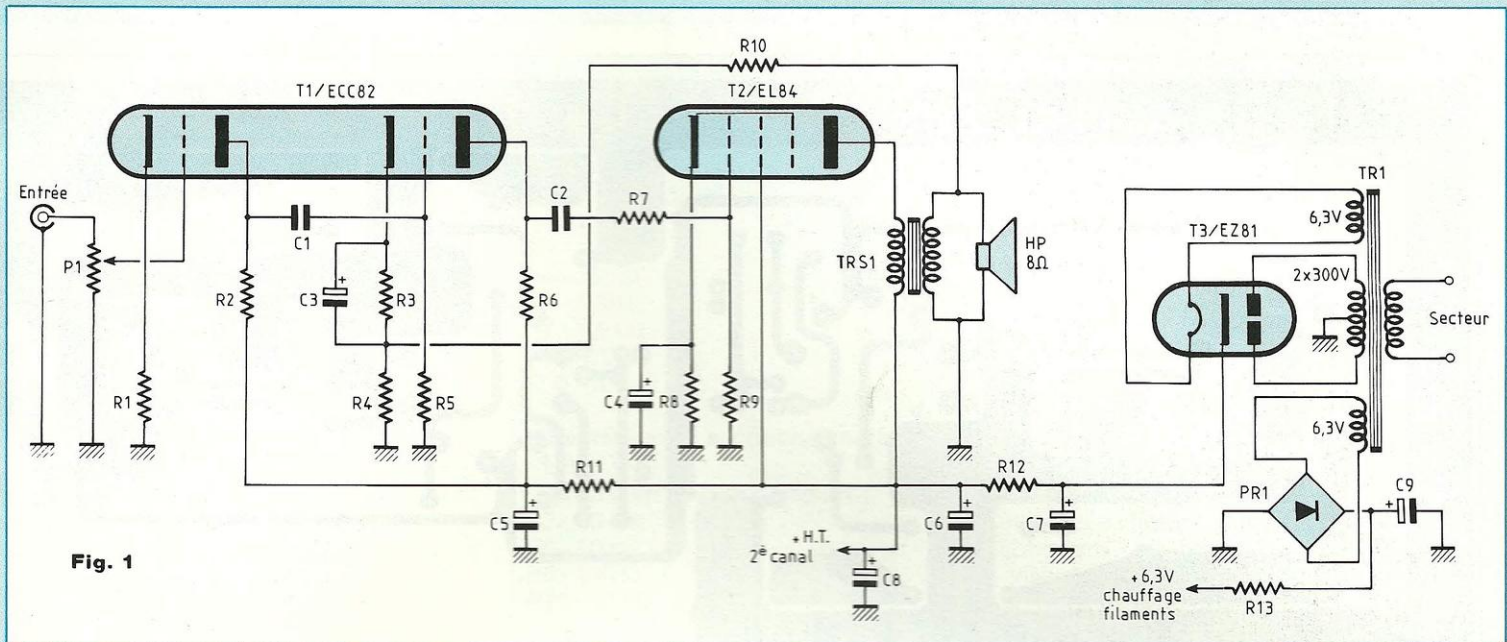

Fig. 1
**N**ous n'avons cependant pas étudié cet amplificateur uniquement pour le réserver aux seules enceintes à haut-rendement, mais également (comme nous en parlions dans notre N°136) dans le cadre de la mise au point d'enceintes actives à 2 ou 3 voies. Nous disposons maintenant de 3 études d'amplificateurs, basées sur le tube EL84. Nous allons, avec leurs différentes puissances, pouvoir accéder à une étape importante dans la réalisation d'une chaîne Hi-Fi à savoir : la suppression des filtres passifs des enceintes acoustiques pour des raccordements directs ampli / HP. Mais auparavant voyons en détails cet amplificateur fonctionnant en classe A, dont le schéma fait l'objet de la figure 1.